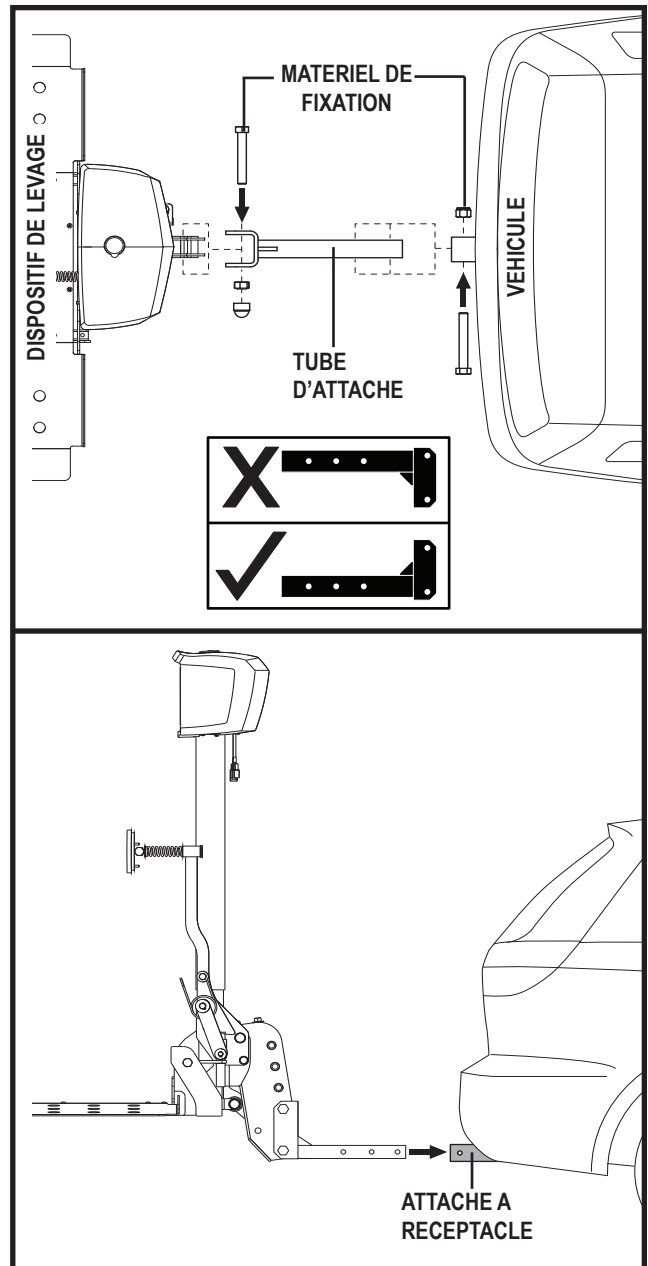

Figure 7. Tube d'attache assemblage
2. Assurez-vous que le tube d'attelage est correctement orienté comme le montre **la figure 7**, et installez le tube sur l'appareil de levage et fixez-le à l'aide des éléments de fixation que vous avez démontés auparavant. **Voir la figure 7.**
3. Glissez le tube dans le réceptacle de l'attache sur le véhicule, alignez l'orifice de montage le plus près possible du réceptacle. **Voir la figure 7.**
4. Verrouillez le tube d'attache avec le boulon et l'écrou fourni, insérez le boulon coté passager et montez l'écrou du côté du chauffeur. **Voir la figure 7.**